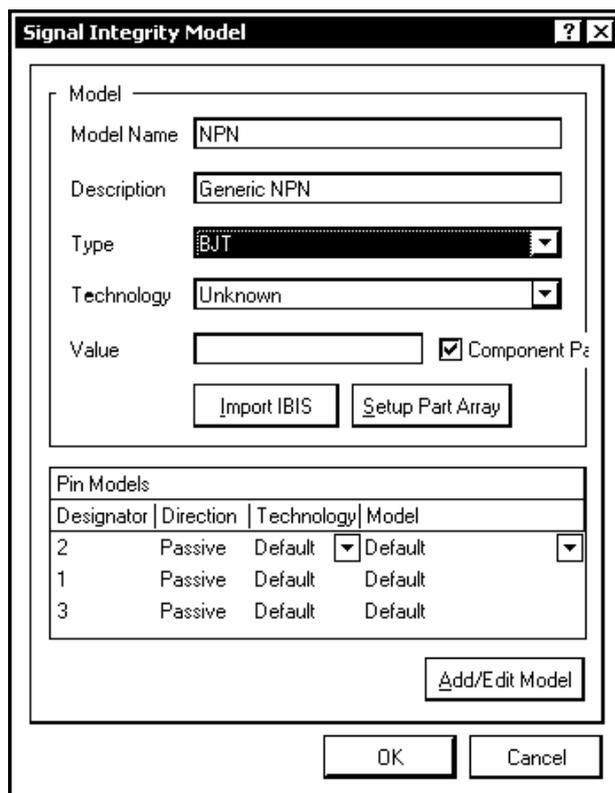

Рис. 3.17
1. Для присоединения SI-модели активизировать в поле моделей плавающего окна SCH Library и указать в диалоговом окне, рис. 3.13, вид модели – Signal Integrity. Открывается диалоговое окно Signal Integrity Model (рис. 3.17)